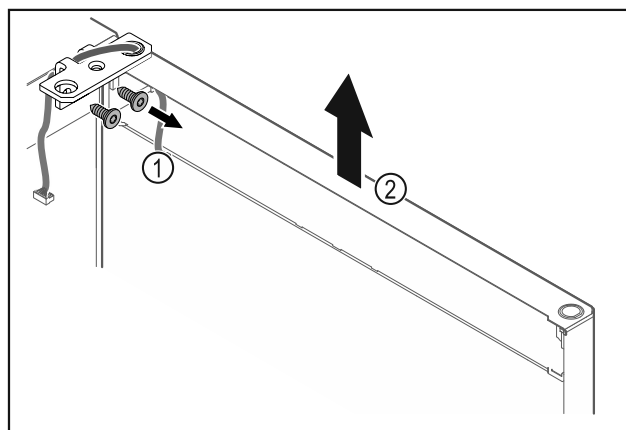

Fig. 18
- Deșurubați Fig. 18 (1) colțarul balamalei.
- Ridicați ușa inclusiv colțarul balamalei Fig. 18 (2) aproximativ 200 mm drept în sus și detașați-o.